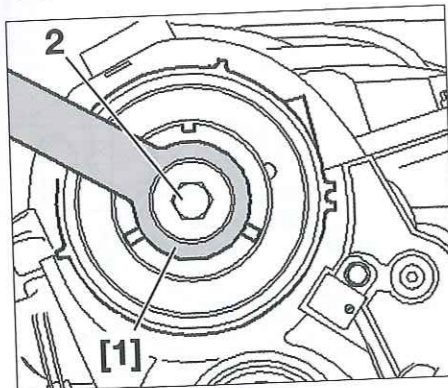

Fig. 53
- Sostener el cubo con ayuda del útil [1] y aflojar el tornillo (2) de fijación del cubo dos vueltas (Fig.53).